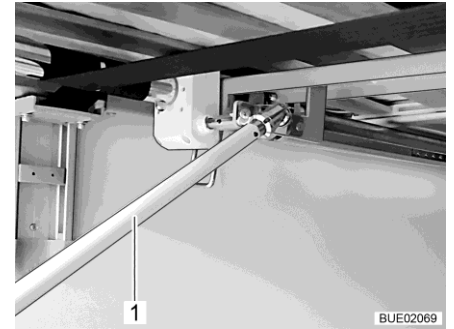

Bild 133 Kurbel in Heckgarage
- Um das Bett anzuheben: Kurbel (Bild 133,1) im Uhrzeigersinn drehen. Um das Bett abzusenken: Kurbel (Bild 133,1) entgegen dem Uhrzeigersinn drehen.